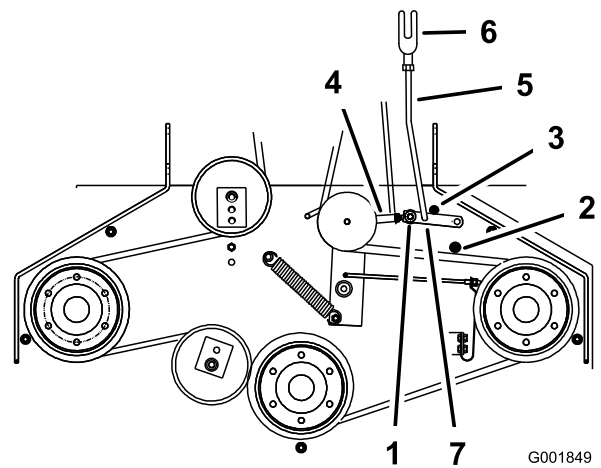

Figura 48
8. Per regolare il tirante del braccio di assistenza, staccate la coppia dal braccio di assistenza (Figura 48).
11. Montate il tirante del braccio di assistenza sul braccio di assistenza e fissatelo con la coppia (Figura 48).
5. Accertatevi che il braccio di assistenza si trovi contro il relativo arresto posteriore sulla scocca (Figura 48).
7. Il braccio di assistenza dovrebbe venire a contatto con il relativo arresto anteriore sulla scocca. Se così non è, regolate la leva a squadra in modo tale che sia più vicina al raccordo (Figura 48).